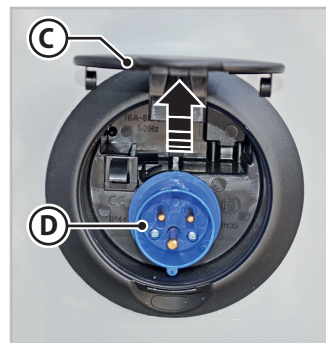

Fig. 6.33 - 220 V stikkontakt
2. Åbn dækslet (C - Fig.6.33) på stikkontakten (D - Fig.6.33) på siden af køretøjet.
3. Forbind et eksternt kabel med passende tværsnit og af en godkendt type til stikkontakten (D - Fig.6.33).